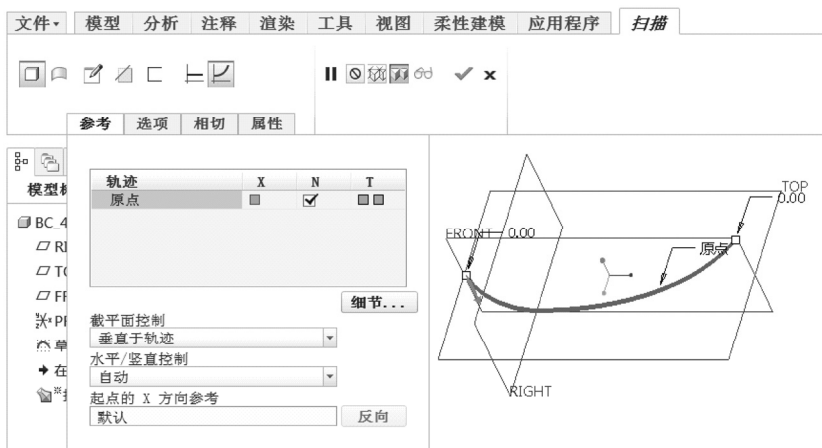

图 4-70 指定原点轨迹等
4) 在“扫描”选项卡中打开“参考”面板，“轨迹”收集器处于激活状态，确认选中刚绘制的曲线作为原点轨迹，并注意其起点箭头所在的位置，在“参考”选项卡的“截平面控制”下拉列表框中默认选择“垂直于轨迹”选项，在“水平/竖直控制”下拉列表框中选择“自动”选项，如图 4-70 所示。注意：单击原点轨迹的箭头，可以快速地將起点切换到原点轨迹的另一端点。